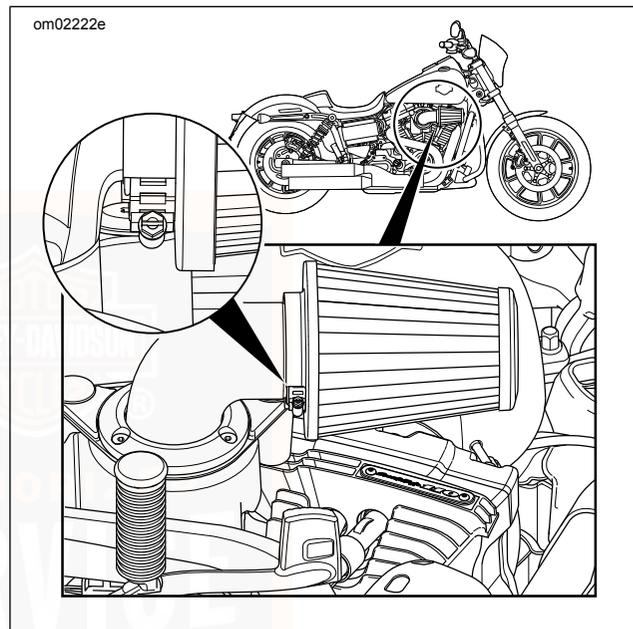

Abbildung 61. Luftfilterschlauchschelle: FXDLS
1. Siehe Abbildung 61. Falls die Schelle (2) entfernt wurde, diese wieder am Filterelement (3) anbringen.
2. Den Filter am Ansaugstutzen (1) anbringen, bis dieser vollständig über der Nut sitzt.